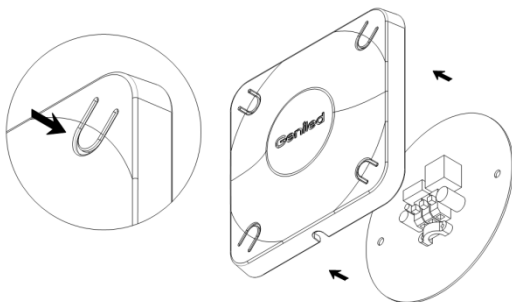

Рисунок 2 – Снятие рассеивателя светильника Geniled Public mini.
- Снимите переднюю крышку (рассеиватель) светильника Geniled Public mini, для этого нажмите и аккуратно отведите в сторону четыре крепления рассеивателя (Рисунок 2).